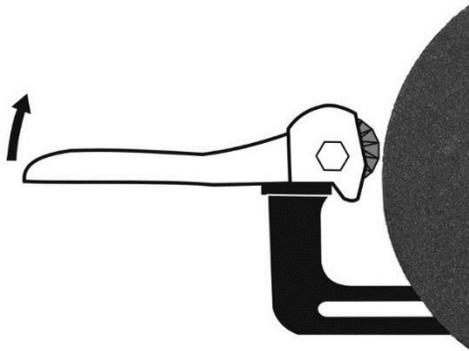

Figure 8-3 : Dressage/décrossage de meule
1. Reculer le porte-outil pour permettre au dresse-meule de s'accrocher sur son bord intérieur (Figure 8-3). Fixer le porte-outil dans la position.